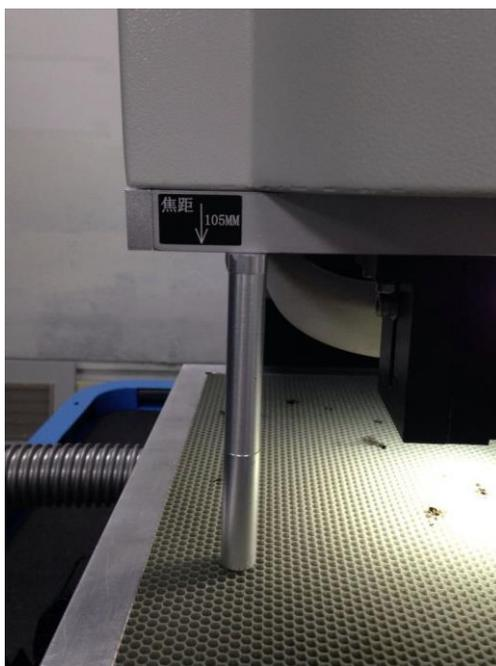

图 10-2
3. 确认激光工作焦点：用焦距棒确认激光工作焦点（工作焦距的高度为工作台平面到光具座下表面的距离），如下图 10-2 所示。